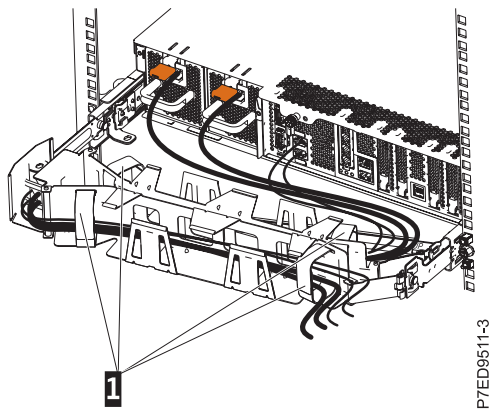

Figura 18. Cómo hacer pasar y conectar el cable de alimentación
8. Haga pasar los cables de alimentación y los demás cables (incluidos los cables de teclado, monitor y ratón, si es necesario) en el brazo portacables (1), tal como muestra la Figura 18 en la página 14. Conecte todos los cables a la parte posterior del servidor excepto el cable de alimentación. Fije los cables con bridas o pasadores.